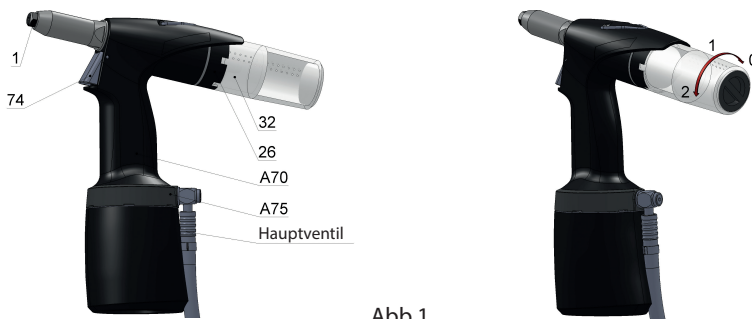

Abb.1
Der Hersteller hat das Werkzeug mit einem Mundstück /Abb.1 - Pos.1/ für Niete mit den Ø 5,0 ausgestattet. Die Verwendung von Blindniete mit anderen Durchmessern (im weiteren Verlauf BN genannt) erfordert die Nutzung geeigneter Mundstücke /Abb.1 - Pos.1/, die sich in dem Zubehörkasten des Werkzeugs befinden.
**Austausch der Mundstücke:** Verbinden Sie das Werkzeug mit der Druckluft, drücken Sie den Druker und schrauben Sie das Mundstück /Abb.1 - Pos.A75/ mit einem Schlüssel Nr.12 ab. Schrauben Sie ein neues Mundstück auf (gemäß der Tabelle) und ziehen Sie es fest. Jetzt können Sie den Druker des Werkzeugs loslassen.
Das Werkzeug ist mit einer Drehlufzufuhr „Revolversystem“ /Abb.1 – Pos.75/ ausgestattet, die die Positionsverstellung des Luftzufuhrschlauches vor und während des Werkzeugbetriebs ermöglicht. Der Luftschlauch behindert den Nietvorgang in keiner Position.
Das Werkzeug ist mit einem multifunktionellen Druker /Abb.1 - Pos.74/ ausgestattet:
Das Werkzeug ist mit einem multifunktionellen Nietdornbehälter /Abb.1 - Pos.32/ ausgestattet, der die folgenden drei Positionen bietet (siehe Abb.1/.
Schieben Sie den Nietdornbehälter /Abb.1 - Pos.32/ bis zum Anschlag in die ringförmige Aussparung /Abb.1 - Pos.26/, um den Sperrriegel herunterzudrücken und drehen Sie den Behälter in die Pos. 1 oder 2. Der Nietdornbehälter ist jetzt richtig eingesetzt. Die Ansaugung muss in Pos. 2 beginnen. Der Nietdornbehälter /Abb.1 – Pos.32/ hat Bohrungen für Luftausgang. Gegenseitigelage zwischen Nietdornbehälter und Aussparung /Abb.1 – Pos.26/ ermöglicht Richten Luftauftritt aus Nietdornbehälter.
Drehen Sie den Nietdornbehälter /Abb.1 – Pos.32/ bis zum Anschlag in die Position 0 und ziehen Sie ihn aus der ringförmigen Aussparung heraus /Abb.1 – Pos.26/. Hierdurch wird die Ansaugung abgeschaltet.
Die Ansaugung schaltet sich durch Drehen und Entfernen des Nietdornbehälters /Abb.1 - Pos.32/ ab. Setzen Sie die Blindniete in das Loch des Mundstücks auf dem Nietwerkzeug ein. Drücken Sie den Druker, um die Spannbacken von dem Kopf der Blindniete wegzubewegen. Die Bewegung endet mit dem maximalen Hub. Wenn die korrekte Niete für das Mundstück eingesetzt wurde, wird der Nietdorn (Nietvorgang) für einen Hub des Werkzeugs herausgezogen. Lassen Sie den Druker los, um die Spannbacken in die Ursprungsposition zurückzubewegen. Der Restnietdorn kann durch Kippen des Werkzeugs aus dem Mundstück entfernt werden /Abb.1 - Pos.1/.
Montieren und drehen Sie den Nietdornbehälter /Abb.1 - Pos.32/ in Position 1, um ihn zu verriegeln. Setzen Sie die Blindniete in das Loch des Mundstücks auf dem Nietwerkzeug ein. Drücken
Durch Drehen des Nietdornbehälters /Abb.1 - Pos.32/ in die Position 2 wird die Ansaugung eingeschaltet. In dieser Position hält die Saugkraft die Blindniete in dem Mundstück /Abb.1 - Pos.1/ und ermöglicht so Nietarbeiten in jeder Position ohne die Gefahr, dass die Blindniete aus dem Mundstück des Werkzeugs herausfällt. Drücken Sie den Druker, um den Nietvorgang auszulösen. Sobald Sie den Hebel loslassen, wird der Restnietdorn in den Nietdornbehälter transportiert. Sobald der Nietdornbehälter zu ca. 70% mit Restnietdornen gefüllt ist, muss er entfernt und in der vorgeschriebenen Weise.